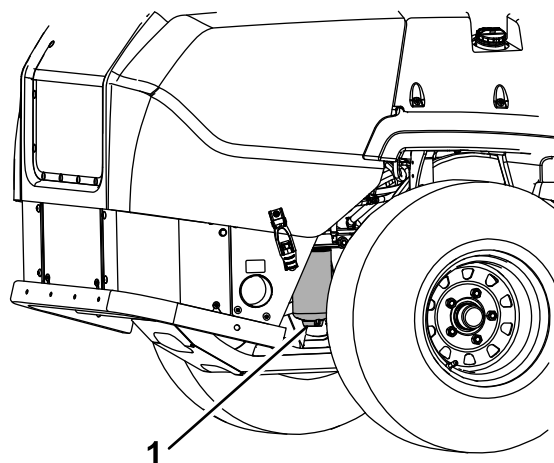

Figura 40
4. Aprite di circa un giro il tappo di spurgo sul separatore di condensa per permettere lo spurgo dell'acqua e di altre sostanze contaminanti (Figura 40).